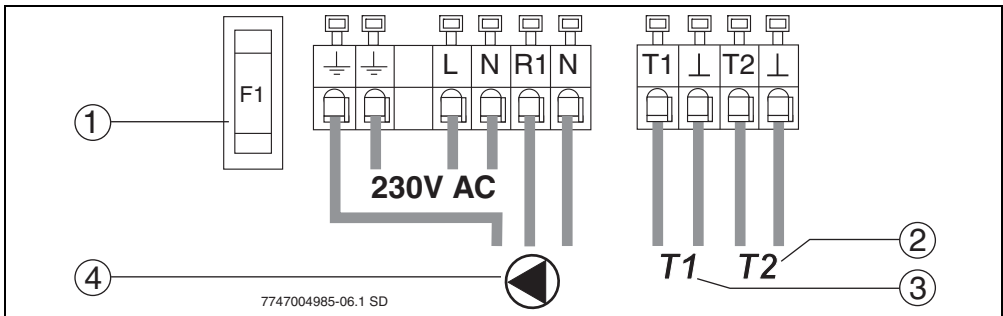

Bild 12 Anschlussplan
- Leitungen gemäß Anschlussplan (→ Bild 12) und Anwendung des Reglers (→ Tab. 1, Seite 4) anschließen.